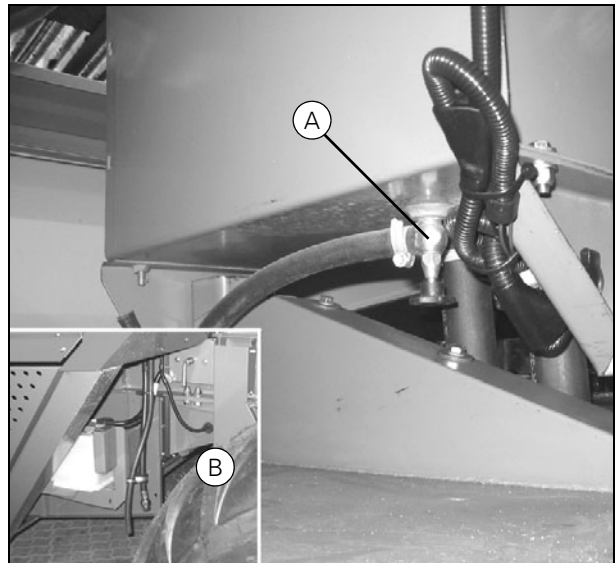

Рисунок 29
1. Слейте гидравлическое масло при помощи крана (А), расположенного в основании бака гидравлического масла, и сливного шланга (В) с левой стороны машины, см. (Рис. 29).